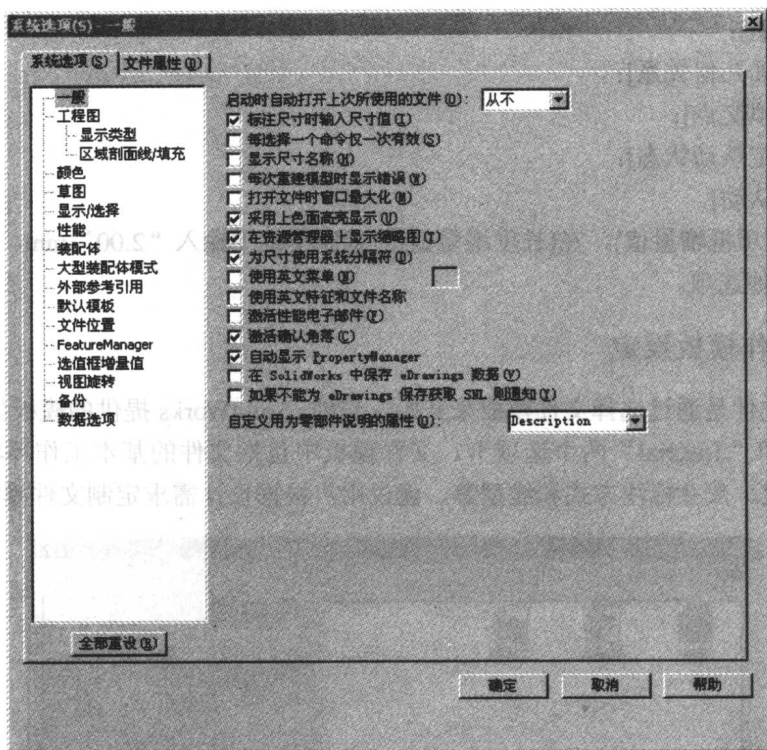

图 1-4 系统选项
① 选择[工具]—[选项]命令，出现“系统选项”对话框，切换到“系统选项”选项卡，如图 1-4 所示。
② 单击[一般]，选中下列选项：